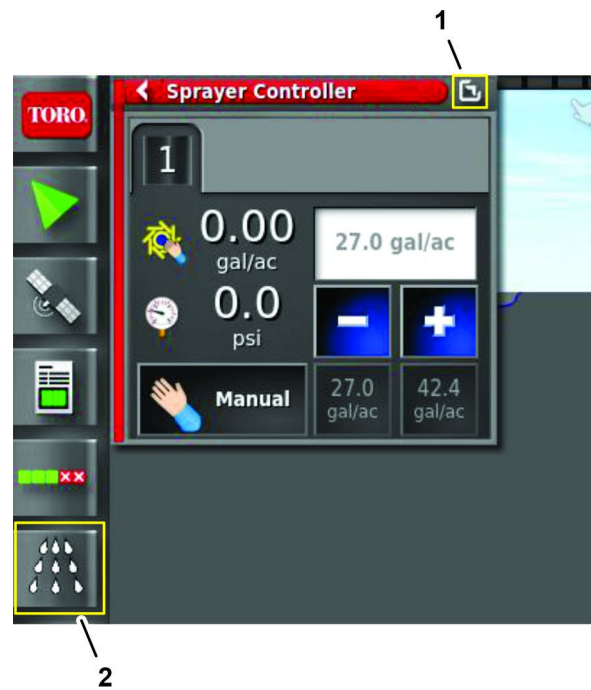

図 166
1. コマンドコンソールで、散布レートコントローラアイコンを押し、次に、散布コントローラの右上にある全画面アイコンを押し 図 166。